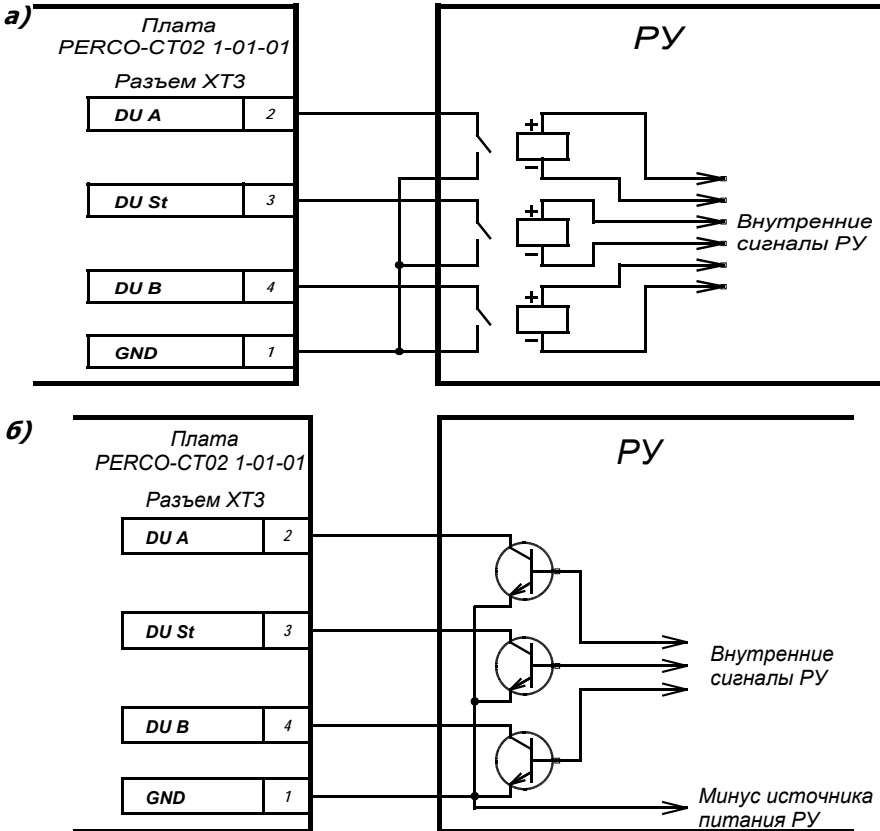

Рисунок 4 – Управляющие элементы устройства радиоуправления (РУ):
5.4.2 Управление ЭП осуществляется подачей на контакты клеммной колодки "ХТ3" DUA, DUSt и DUB сигнала низкого уровня относительно контакта GND, при этом управляющим элементом могут быть нормально разомкнутый контакт реле или схема с открытым коллекторным выходом (см. рисунок 4).